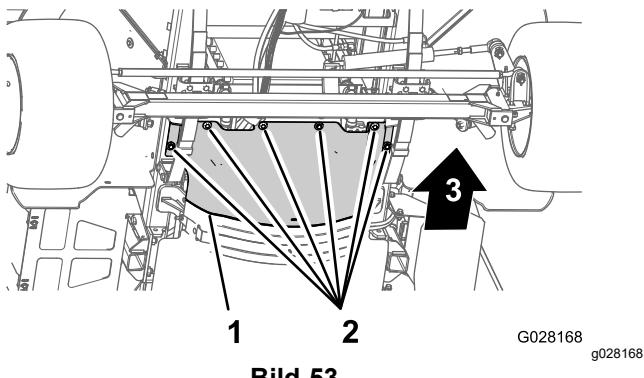

Bild 53
3. Entfernen Sie die sechs Sechskantschrauben und sechs Scheiben, mit denen das vordere Wärmeschutzblech am Chassis befestigt ist, und nehmen Sie das Schutzblech ab (Bild 53).